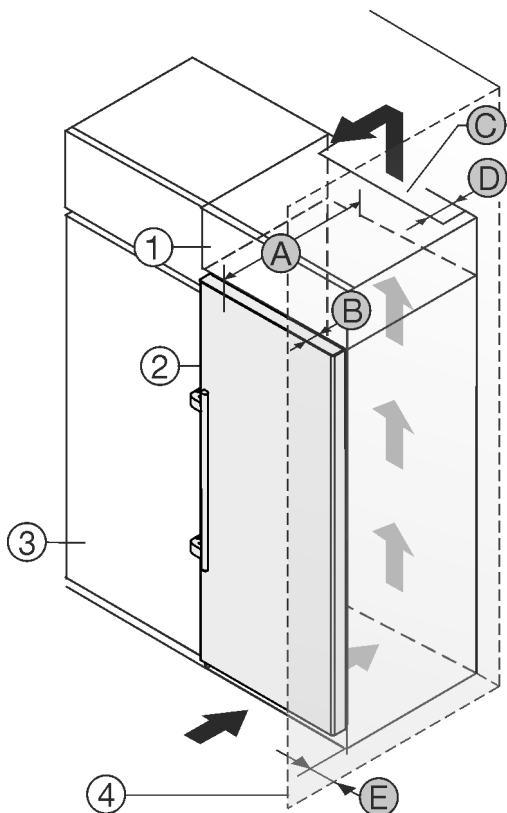

Fig. 2
Zariadenie môžete inštalovať priamo vedľa kuchynskej skrine Fig. 2 (3).\*
Na zadnej strane nadstavnej skrine musí byť vetracia šachta s hĺbkou Fig. 2 (D) cez celú šírku nadstavnej skrine.\*
Pod stropom miestnosti sa musí dodržať prierez vetracieho otvoru Fig. 2 (C).\*
Ak zariadenie nainštalujete so závesmi vedľa steny Fig. 2 (4), tak vzdialenosť medzi zariadením a stenou musí byť minimálne 57 mm . To zodpovedá presahu držadla pri otvorených dverách.\*
Aby ste mohli dvere úplne otvoriť, zariadenie musí vyčnievať o hĺbku dverí Fig. 2 (B) prednej časti kuchynskej skrine. V závislosti od hĺbky kuchynských skriň Fig. 2 (3) a použitia dištančných držiakov na stenu môže zariadenie prečnievať ešte viac.\*